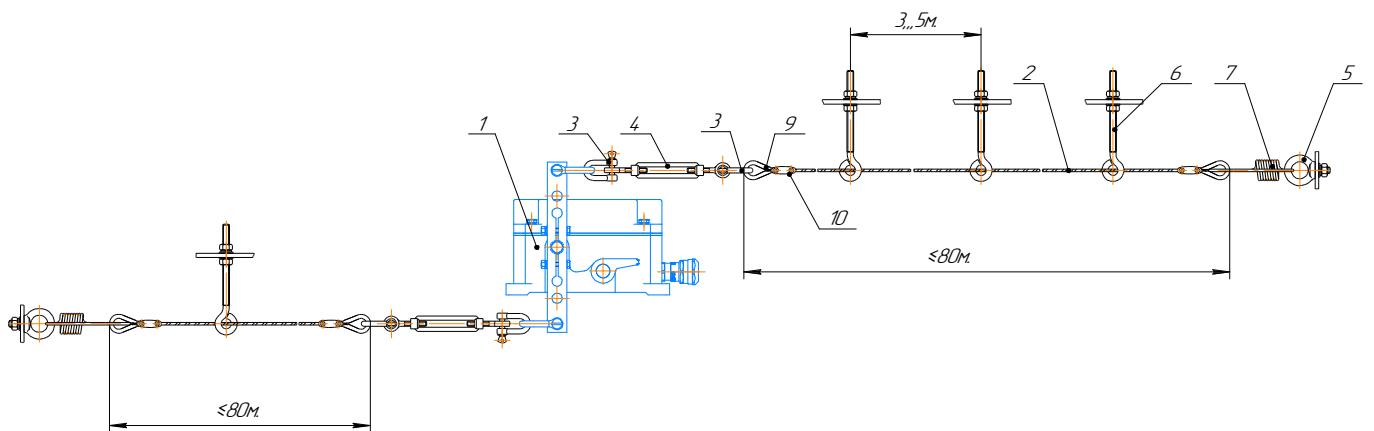

Рис.3
- 7.2. Выключатели АТВ-0206 (поз.1) (см. Рис.3) установить на ставе конвейера. Рекомендуемые расстояния между промежуточными опорами (поз.6) и длина троса указаны на схеме.
7.6. Подключить выключатель в соответствии со схемой подключения (Рис.3). Для подключения необходимо: